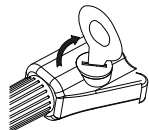

fig.3
---Coloque a tampa da bateria de volta e gire-a no sentido horário para fixá-la (fig. 3).